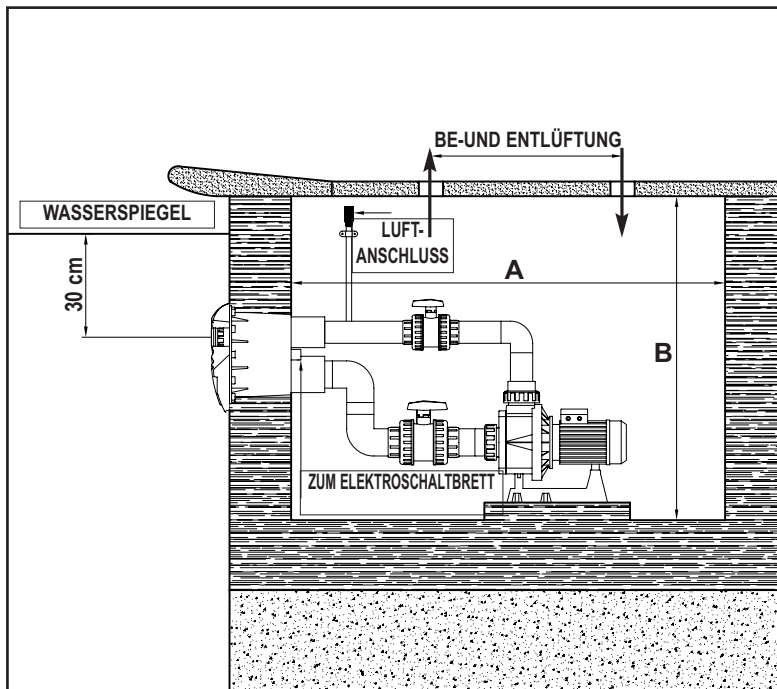

Fig. 8
**10.1** Bevor wir die HIDROJET - Anlage installieren, müssen wir die am Aufstellungsort für die Anordnung zur Verfügung stehenden Abmessungen untersuchen und uns versichern, daß im Augenblick der Montage kein Platzmangel entsteht. Dazu überprüfen wir, ob die Mindestmaße für das zu installierende Modell geeignet sind, wie es in der beigefügten Tafel und in der Fig.8 angegeben wird.